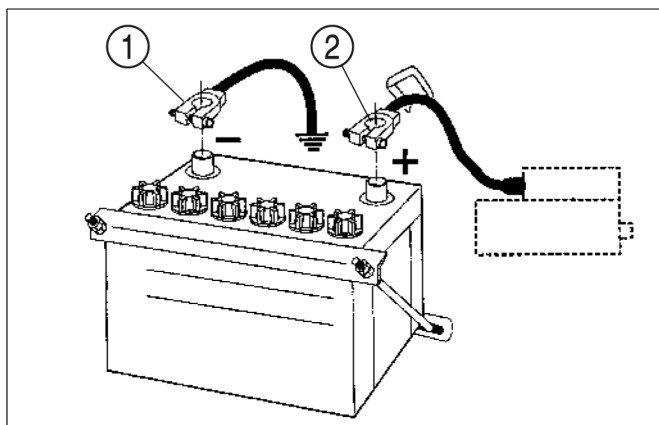

FIG. 77
**Abb. 77:** Die Traktoren werden mit Batterie ausgeliefert. Falls ein Batterieaustausch erforderlich wird, das Massekabel (-) (1) zuerst und dann das Pluskabel (+) (2) abklemmen. Den Haltebügel der Batterie abschrauben und Batterie entfernen.